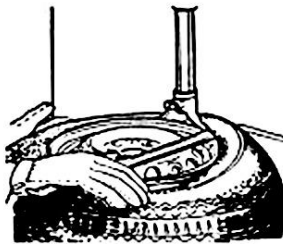

Fig. 6
- Con la palanca de montaje mantenida en posición, como se muestra en la fig. 6, gire el plato giratorio en sentido horario presionando completamente el pedal de sentido de giro.
El neumático puede empujarse fuera del cabezal de montaje en función de la edad. Para evitar esto, gire el plato giratorio 1 - 2 cm en el sentido contrario a las agujas del reloj con la palanca de montaje en posición, como se muestra en la fig. 6, al girar en el sentido de las agujas del reloj.